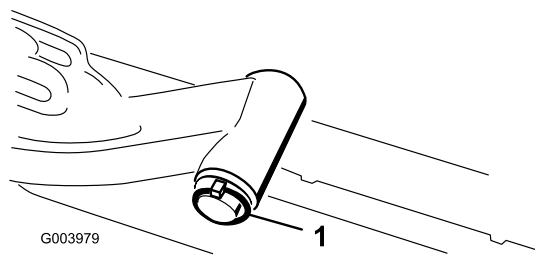

**Figura 17**
12. Para bloquear (inmovilizar) la dirección de las unidades de corte, sujete la horquilla de pivote al bastidor de tiro con el pasador de seguridad (Figura 17).